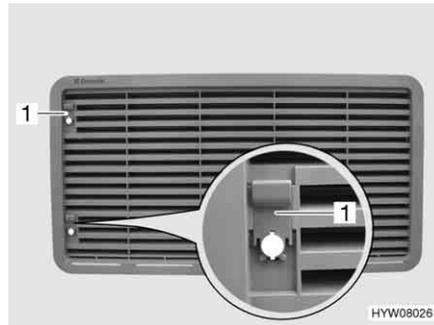

Fig. 120 Rejilla de ventilación del frigorífico (con corredera)
- Empujar la corredera (Fig. 120,1) hacia arriba.